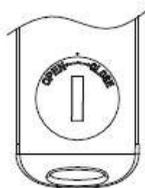

Figure 14
- 5) Riposizionare il tappo della batteria (Fig. 14)